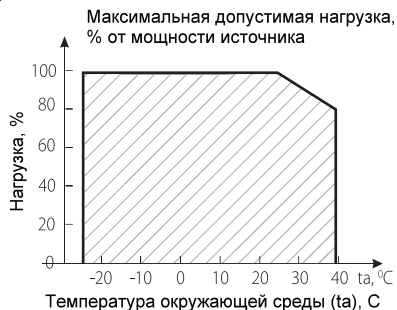

Рис. 2
4.3. Не нагружайте источник питания более 80% от его максимальной мощности. Учитывайте, что с повышением температуры окружающей среды, максимальная мощность источника питания снижается, и при температуре, близкой к максимальной, нагрузка должна составлять не более 60% от максимально допустимой (см. график зависимости на Рис.2)